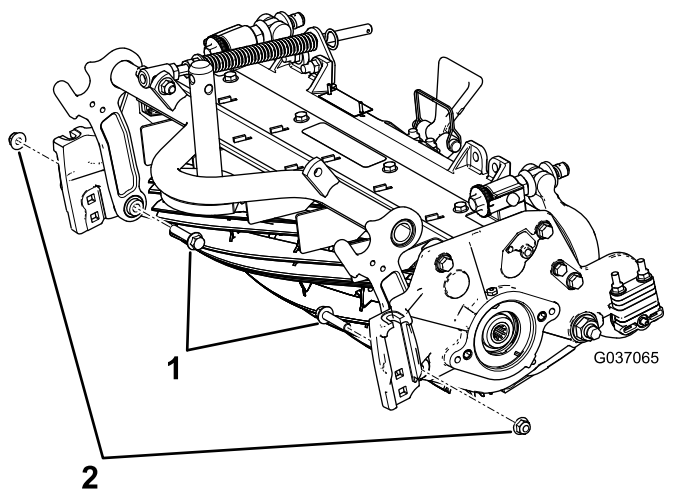

図 7
- B. フランジヘッドボルト2本をカッティングユニットの内側から取り付けてフランジナット $\frac{3}{8}$ "で固定する図 7。